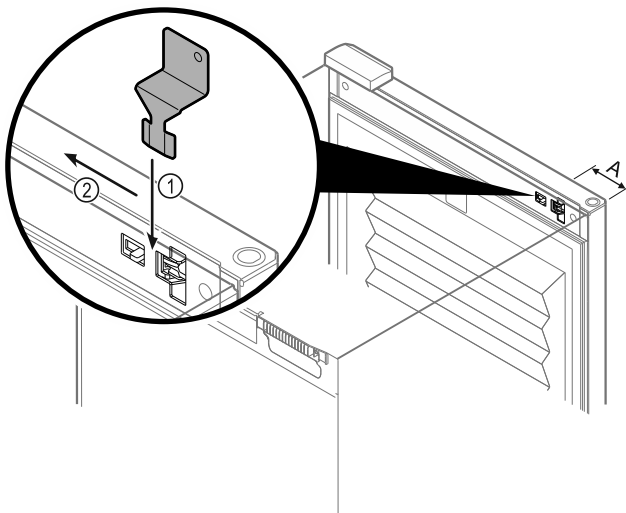

Fig. 148
- ▶ Helyezze a vészkireteszelő kulcsot a megadott helyre, Fig. 148 (A)  $\approx$  100 mm.
- ▶ Dugja be ütközésig a vészkireteszelő kulcsot Fig. 148 (1) fentről az ajtó és a készüléktest közé.
- ▶ Húzza a vészkireteszelő kulcsot a zsanér felé. Fig. 148 (2)